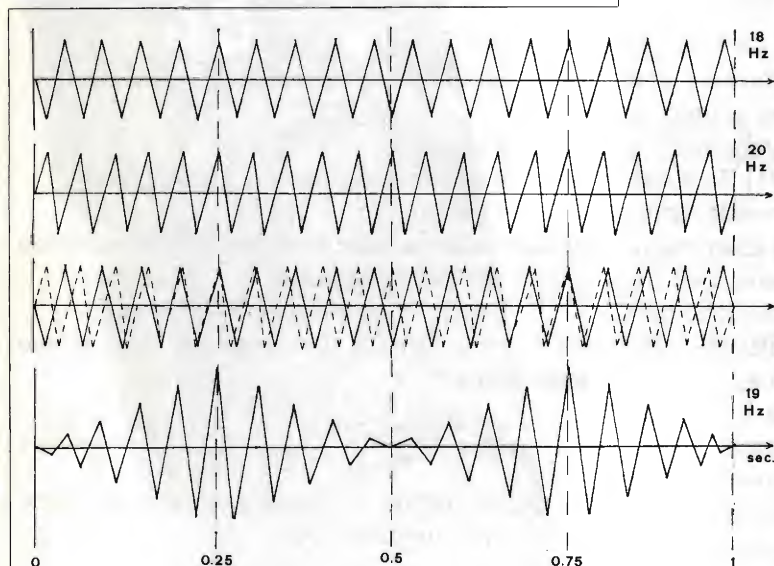

figura 1
In questo periodismo consiste appunto il FB. È intuitivo che il FB tende ad estinguersi man mano che le v delle onde primarie tendono a coincidere (per cui i fusi diventano sempre meno numerosi e di più lunga durata) o a distanziarsi (con opposte modificazioni del periodismo) (figura 1) (2).
figura 1 b